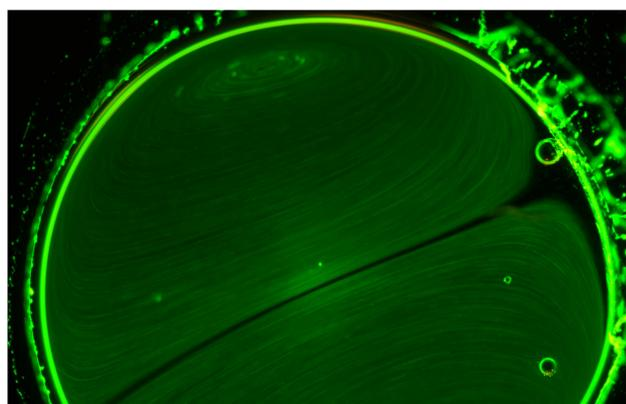

图 1. 乙醇水溶液在蒸发过程中形成马兰戈尼流。
**简介:** 马兰戈尼 (Marangoni) 流是由液体表面张力梯度引起的流体流动现象。流体表面的温度梯度和溶质浓度梯度都可以形成表面张力梯度。本论文研究在一个准二维空间中的液滴由浓度梯度引起的马兰戈尼流。一滴水滴被夹在两个方形玻璃片之间形成一个薄的圆形液滴。在溶解有表面活性物质的水滴周围构造不均匀的表面蒸发速率, 使得水滴表面不同位置表面活性物质的浓度不同, 进而形成马兰戈尼流。或者在这个圆形液膜周围构造一个有梯度的有机溶剂 (如乙醇) 蒸汽浓度场, 同样能产生表面浓度梯度和马兰戈尼流。图1. 是实验中得到的流线照片, 通过COMSOL仿真我们能够研究流线形状、速率等物理量与各种影响因素之间的关系, 帮助优化实验条件。